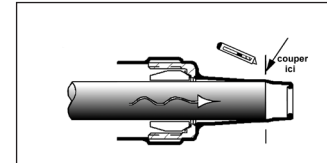

Figure 3A
- Méthode 1: Dévisser le presse-étoupe. Forcer un câble dans l'enveloppe. Couper l'enveloppe devant le bout de câble (Figure 3A)